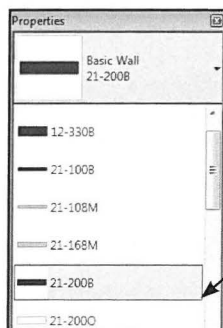

Fig. 05.16. Vægtyper.
- Vælg fx. vægtypen der hedder 21-200B (Fig. 05.16) af de allerede oprettede vægge.